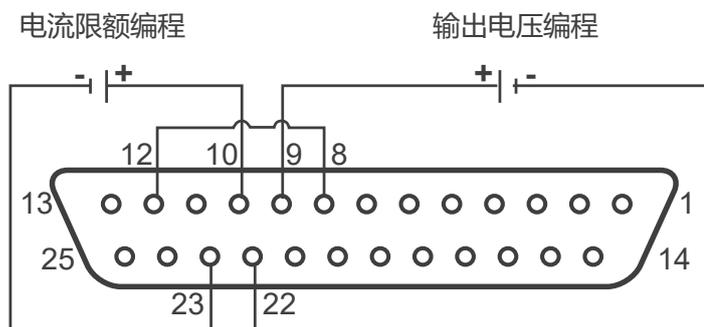

图 4-1: 远程电压编程连接
6. 将编程电源连接至 J1 匹配插头（图 4-1）。按照电压电源正确极性操作。